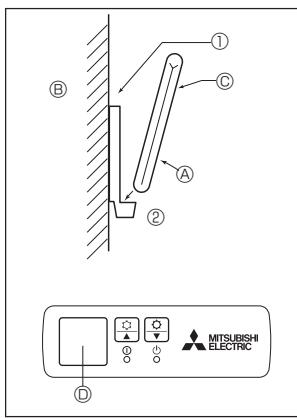

Fig. 6-5
2) Método de instalação (Fig. 6-5)
- ① Fixe o suporte do controlo remoto no local desejado com dois parafusos de derivação.
- ② Coloque a extremidade inferior do controlo remoto no suporte.